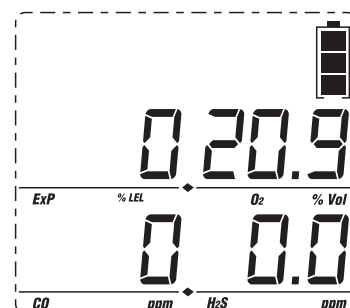
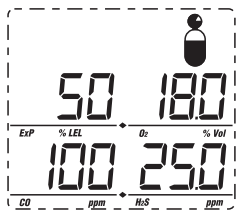
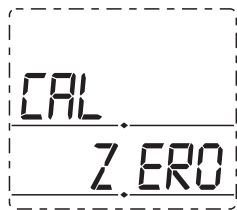

Fig. 5
Fig. 16
Fig. 17
Luego de un encendido normal, el equipo presenta en el *display* la concentración detectada para cada gas y el nivel de carga de batería (Fig. 5). La concentración de **oxígeno (O2)** se indica en % del volumen, la de **gases combustibles** en % del LEL (Lower Explosive Limit; límite inferior de explosividad) y en partes por millón (ppm) para el **ácido sulfhídrico (H2S)** y el **monóxido de carbono (CO)**. El cambio de los niveles de concentración es indicado en tiempo real en el *display*, si exceden los umbrales predefinidos (ver 4d), se activarán las alarmas correspondientes (ver 4a).
Ir al modo CALIBRACIÓN (Fig. 16). Mantener presionado el botón durante 3 segundos hasta que aparece la leyenda "CAL ZERO" y el ícono del ventilador en la pantalla (Fig. 17). Volvemos a presionar el botón otros 3 segundos hasta que comienza la calibración mientras se presenta una cuenta regresiva de 10 segundos en el ángulo inferior derecho del display (Fig. 18). Si la calibración es exitosa observaremos la pantalla de la Fig. 19. Presionando el botón una vez regresamos a la pantalla "CAL ZERO" (Fig. 16); si no hacemos nada el equipo retorna automáticamente al modo DETECCIÓN (Fig. 5).
Con el equipo conectado al suministro de gas de referencia, ir hasta el modo "CAL ZERO" la pantalla de la Fig. 17 como se indica en apartado precedente y luego presionar el *botón* una vez hasta que se presente la pantalla con la leyenda "CAL SPAN" (Fig. 21).